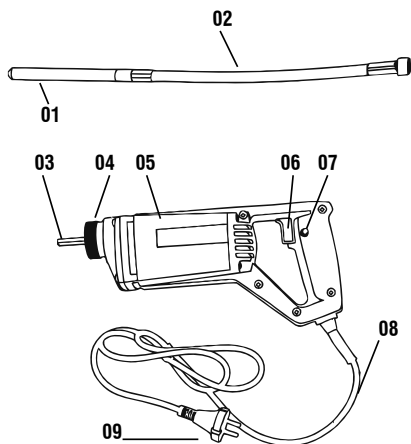
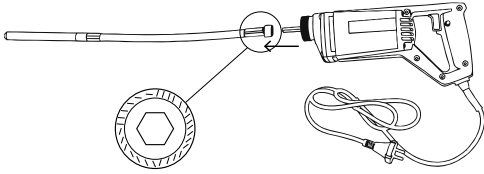
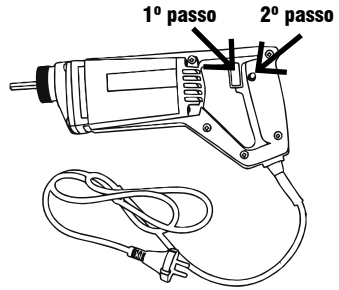

Fig. 1 – Componentes
Fig. 2 – Encaje de la manguera en el eje hexagonal
Fig. 4 – Accionamiento del gatillo
1. *Insiera la conexión de la manguera (pieza 02-Fig. 1) en el eje hexagonal del motor, de acuerdo a la Fig. 2, de abajo:*
2. *Enrosque la capa externa de la manguera en la rosca en el cuerpo de la herramienta eléctrica (pieza 04, Fig. 1);*
5. *Para encender el vibrador presione el interruptor de accionamiento (pieza 06 - Fig.1). Si precisa dejar el vibrador encendido por un largo período,*
basta presionar el botón de trabado (pieza 07 - Fig.1). Con este procedimiento es posible mantener la máquina encendida sin la necesidad de mantener presionado el gatillo, Fig. 4. Para apagar, basta presionar el interruptor nuevamente;